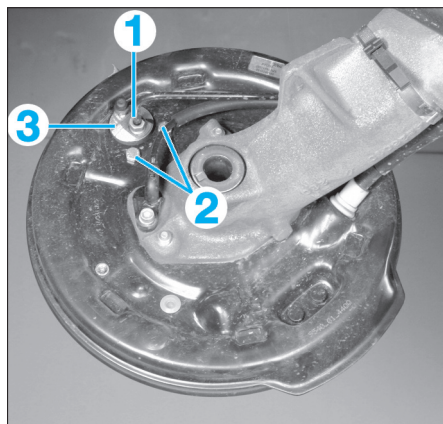

FIG. 11
- Débrancher la canalisation hydraulique (1) sur le cylindre récepteur et l'obturer pour éviter l'écoulement du liquide (Fig.11).
- Déposer les vis de fixation (2) du cylindre récepteur sur le plateau de frein.
- Déposer le cylindre récepteur (3).